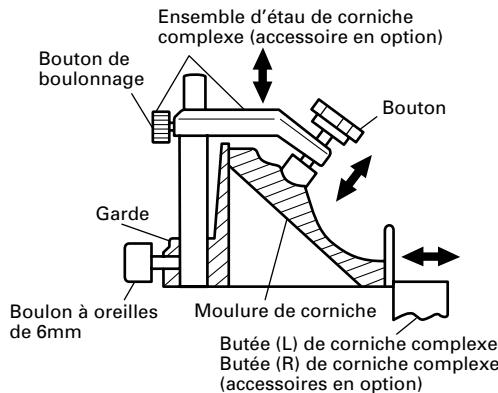

Fig. 40-b
(1) Les butées (L) et (R) de corniche complexe permettent des coupes plus faciles de corniches complexes sans inclinaison de la lame de scie. Les installer sur la base, de chaque côté, comme le montre la Fig. 40-a. Après les avoir introduits, serrer les boutons de boulonnage de 6mm sur les butées de corniche complexe.